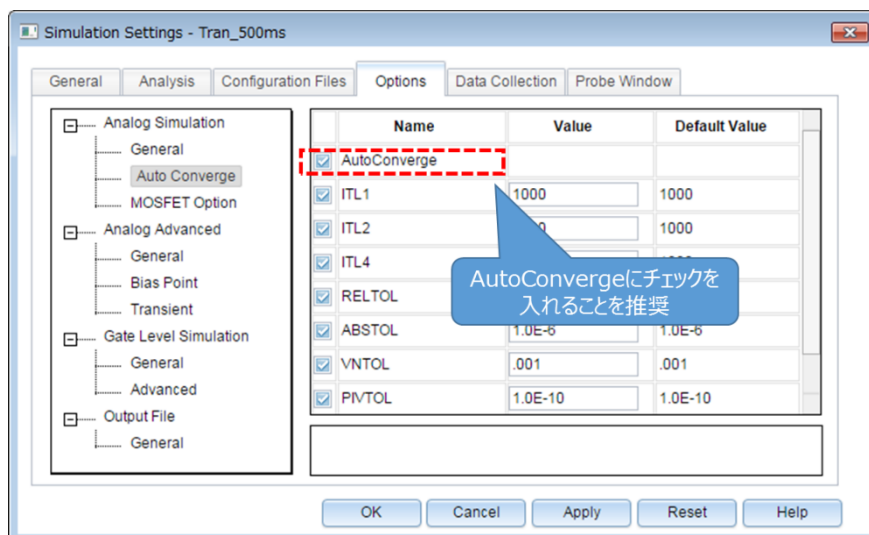

図 5.4 「Simulation Settings」-「Options」画面
- (3) 「Options」タブで解析オプションの設定を行います。本モデルでのシミュレーションにおいては、図 5.4 に示すように「Analog Simulation」-「Auto Converge」-「AutoConverge」にチェックを入れ、自動収束機能を有効にすることを推奨します。